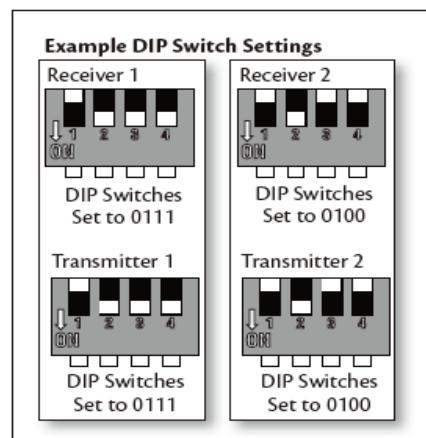

Fig. 11 Vano batterie del telecomando Fig. 12 Interruttore DIP del ricevitore
- Per il funzionamento del telecomando sono necessarie 2 batterie AAA da 1,5 V (formato). Rimuovere il coperchio del vano batterie dal retro del telecomando e inserire 2 batterie AAA. Assicurarsi che le polarità siano corrette come indicato nel vano batterie. (**Fig.11**) (Le batterie non sono incluse).